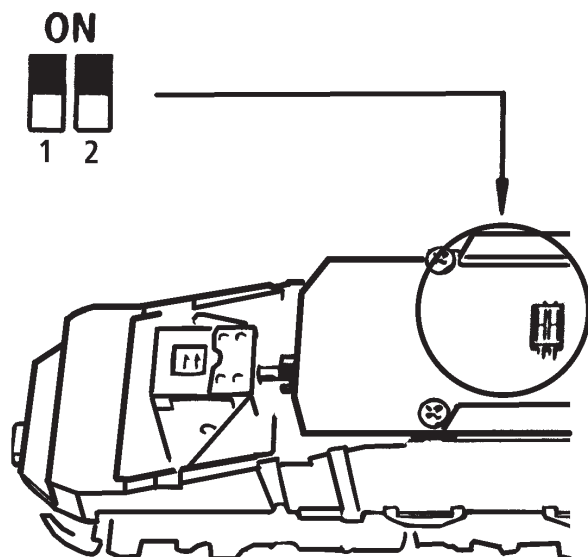

Fig. 7
3. Haftreifenwechsel: Zuerst den Getriebedeckel abnehmen (Fig. 7). Danach den **Radsatz** herausnehmen und die **Haftreifen** mit einer Nadel od. mit einem feinen Schraubendreher abziehen (Fig. 9). Beim Aufziehen der neuen Haftreifen darauf achten, dass diese sich nicht verdrehen.
3. Change of traction tyre: Remove the gear cover (fig. 7). Take out **wheel set** and remove **traction tyre** using a pin or a fine screwdriver (fig. 9). When pressing on the new traction tyre please **avoid twisting it**.
^{se} } Fig.7